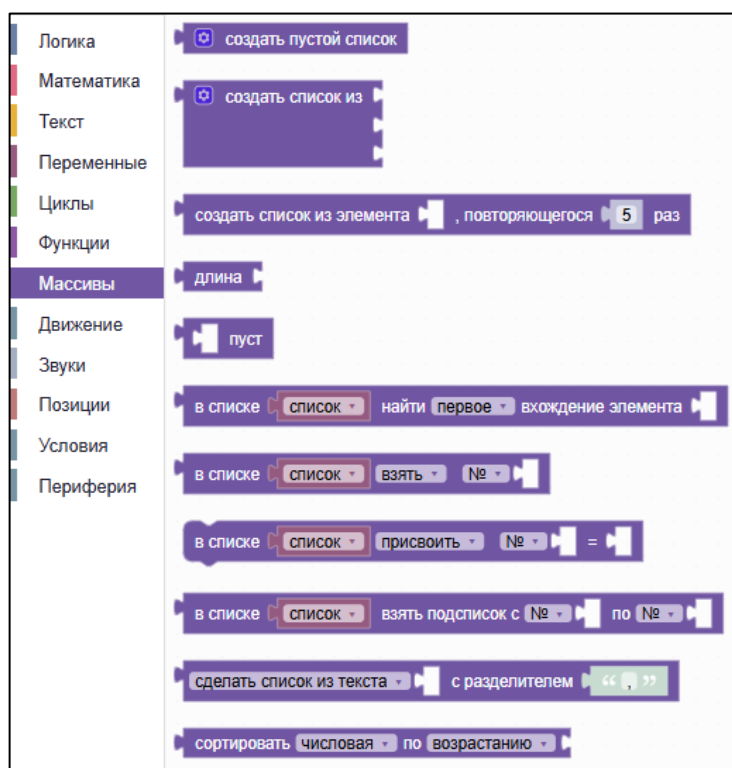

Рисунок II-18 – Раздел «Массивы»
- Раздел «Массивы» – набор блоков с командами-массивами (см. Рисунок II-18).